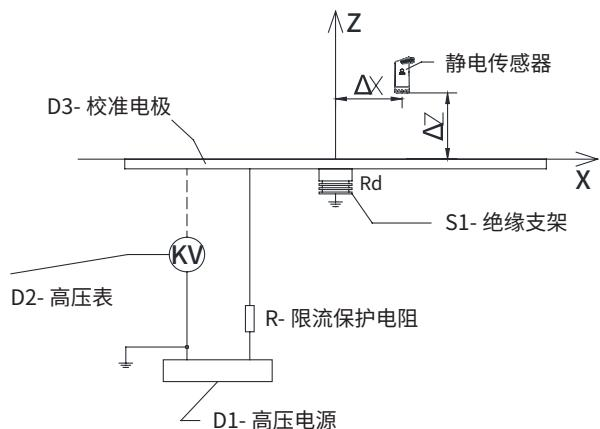

图 9 传感器测试装置示意图
▶ 测试分为垂直测试和水平测试，传感器测试装置示意图 9 如下：